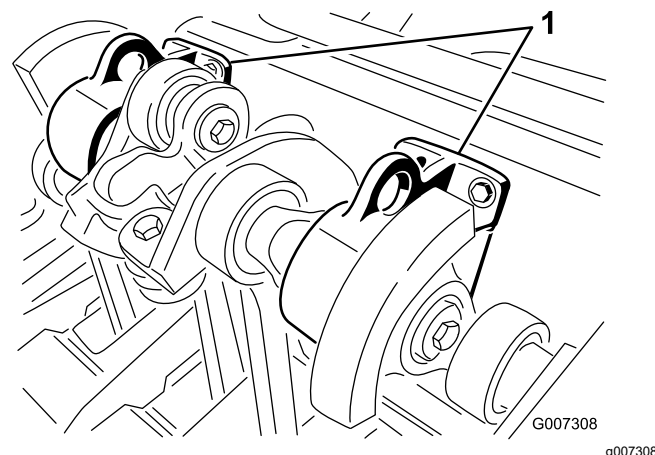

Рисунок 27
**Примечание:** По возможности используйте для подъема задней части машины подъемное устройство. В качестве точек подъема используйте проушины в корпусах подшипников вала аэратора (Рисунок 27).